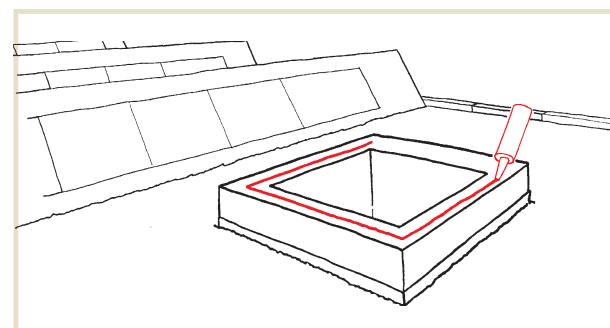

Рис. 34: Покрытие монтажного основания герметиком
- Наложите герметик (силиконовый, полиуретановый и т.п.) на монтажное основание (см. Рис. 34).